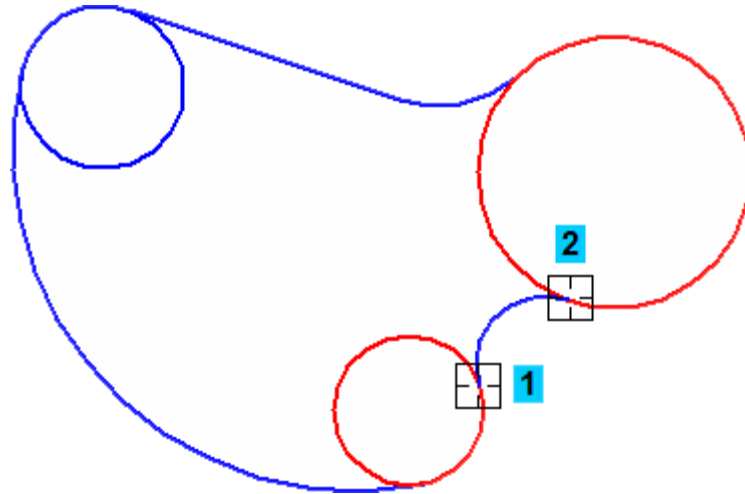

Рисунок 12.
- Для построения последнего сопряжения введите значение радиуса 20 мм и укажите окружности (рис.12).